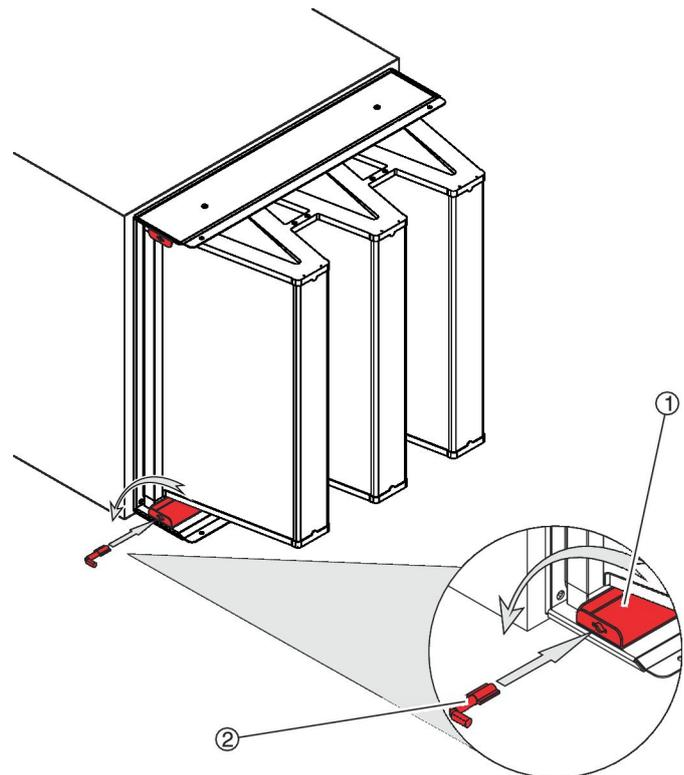

Abb. 57: Spezialschlüssel einsetzen
3. ▶ Den Spezialschlüssel (Abb. 57 /2) in die vorgesehene Öffnung einer Spannschiene (Abb. 57 /1) stecken und um 90° gegen den Uhrzeigersinn drehen.